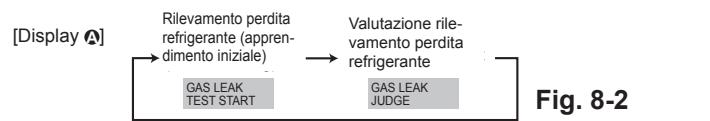

Fig. 8-2
- ② Premere il pulsante **C CLOCK** (▼) e selezionare [GAS LEAK TEST START] (AVVIO TEST FUGA DI GAS). (Fig. 8-2)